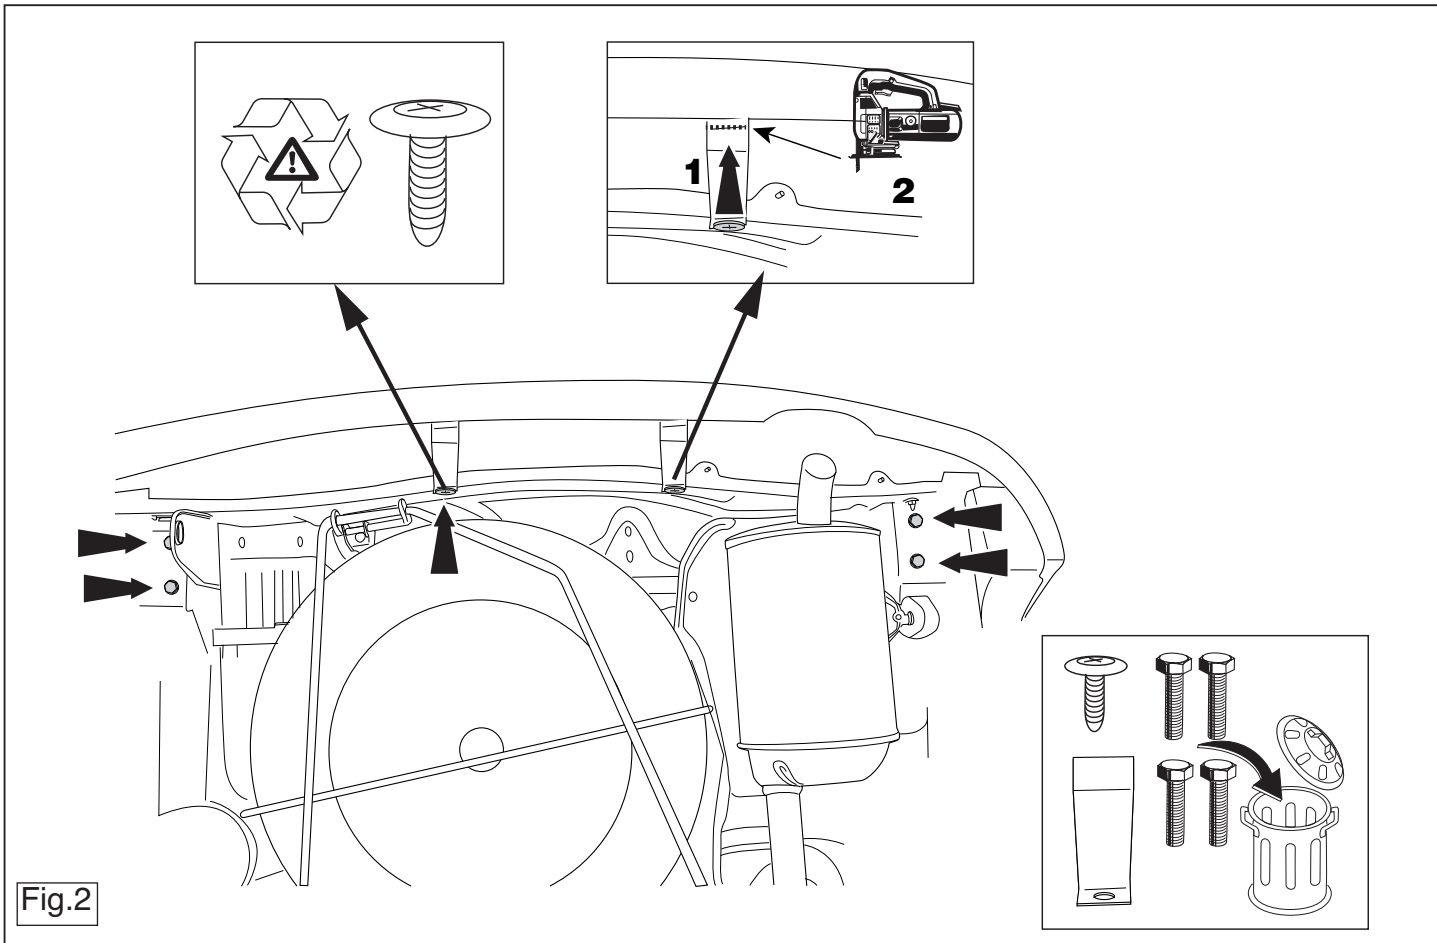

Fig.2
2. Выпилить обозначенную часть, как указано на рис. 2.